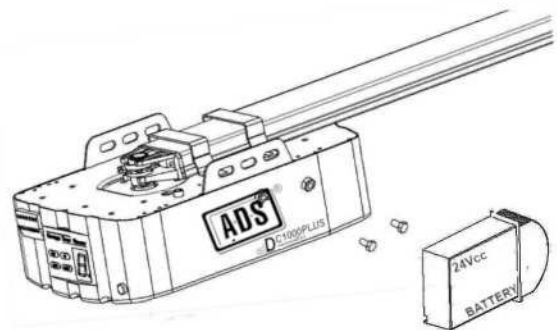

Fig.17
- 2.Conecte la Batería de Respaldo al Abrepuertas de Garage (Fig.17).